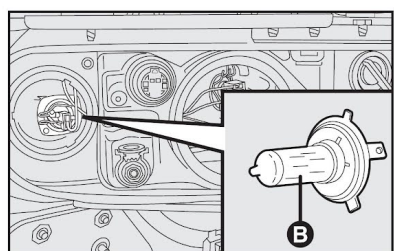

fig. 19
## FARÓIS BAIXOS - fig. 19
- Extrair a lâmpada **B-fig. 19** e substituí-la;